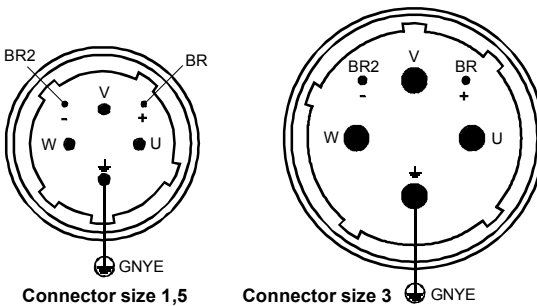
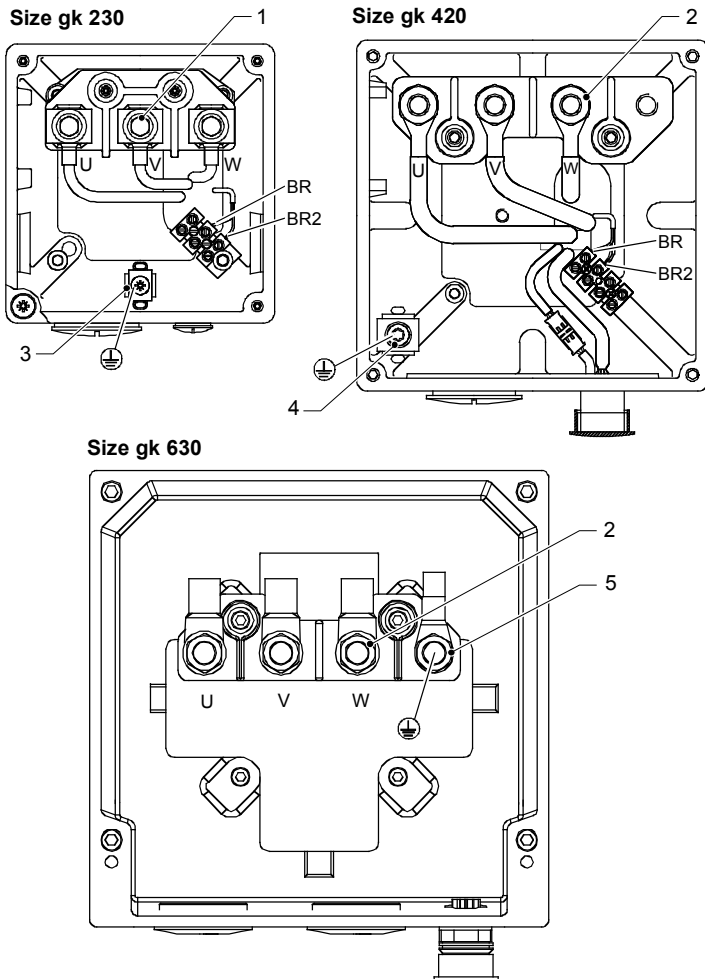

Fig. 7 Connecteur de puissance (vue des fiches de contact)
Fig. 8 Boîte à bornes
- Attribuer les connecteurs comme indiqué à la Fig. 7, raccorder le conducteur de protection.
- Raccorder le frein en option via le connecteur de puissance comme indiqué à la Fig. 7.
- Affecter les bornes de la boîte de bornes comme indiqué à la Fig. 8
- Raccorder le frein en option comme indiqué à la Fig. 8.
- Raccordement des freins par le connecteur de puissance (Fig. 7) ou la boîte à bornes (Fig. 8).